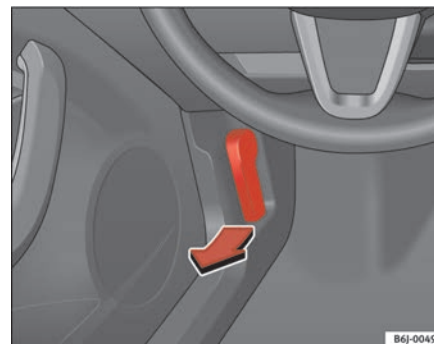

Fig. 122 Palanca apertura capó motor
- Tire de la palanca que se encuentra bajo el tablero de instrumentos ⇒ **fig. 122** en el sentido que indica la flecha. El capó queda desbloqueado por la acción resorte del muelle ⇒ .